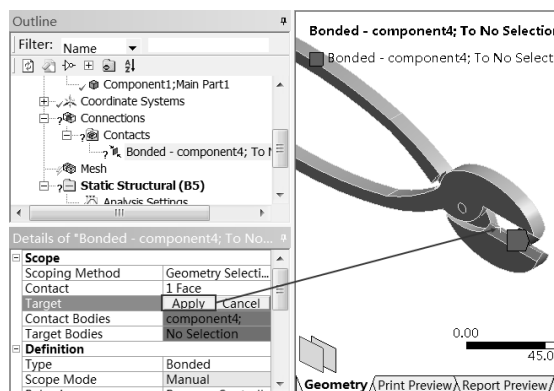

图 13-19 设置接触面 (2)
Step5: 选择 Outline 中的 Project Model (B4) Geometry 命令, 然后单击工具栏中的  按钮, 使其被选中, 单击如图 13-19 所示的面。